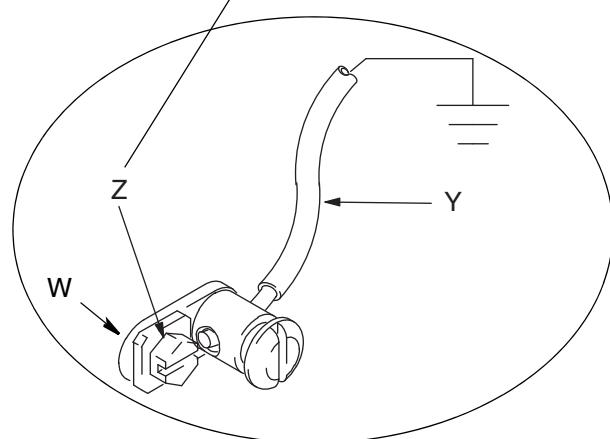

图 2
泵接地：拆下泵底座背后的接地螺丝 (Z)，将其插入，穿过接地线 (Y) 端头处环端子 (W) 的孔眼。将接地螺丝 (Z) 固定回泵上并拧紧。将接地导线的另一端连接到地表面。参见图 2。